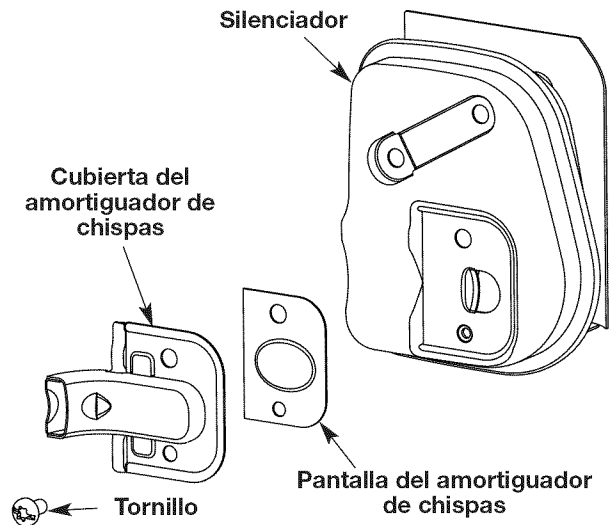

Fig. 29
2. Con un destornillador de vástago plano o broca Torx T20, saque el tornillo que conecta la cubierta del amortiguador de chispas al silenciador (Fig. 29).